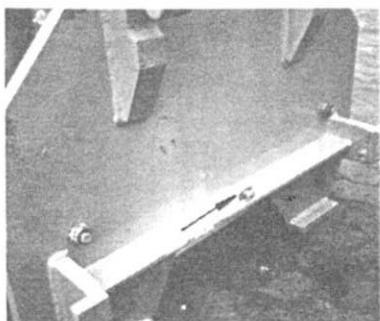

Bild 39
- (1) Anschlagschraube an der Wechselplatte auf festen Sitz kontrollieren (Bild 39/ Pfeil).
Die Anschlagschraube (Bild 39/Pfeil) muß den Schaltzapfen des E-Schalters so weit eindrücken, daß der Schaltpunkt erreicht ist. Den Leerweg des E-Schalters nicht überschreiten, da sonst der E-Schalter zerstört wird.
- (1) Check that contact screw at the quick change device is tight (fig. 39/arrow).
The contact screw (fig. 39/ arrow) has to press the indexing bolt of the E-switch deeply enough so that the switch point is reached. Don't exceed the free-play of the E-switch, otherwise the E-switch will be destroyed.
- (1) Vérifier le bon serrage de la vis de butée dans le panneau de support de changement (fig. 39/flèche).
La vis de butée (fig. 39/ flèche) doit enfonce le doigt de cde. de l'interrupteur électrique suffisamment pour l'enclencher. Ne pas dépasser la course à vide de l'interrupteur, ce qui risque de le détruire.